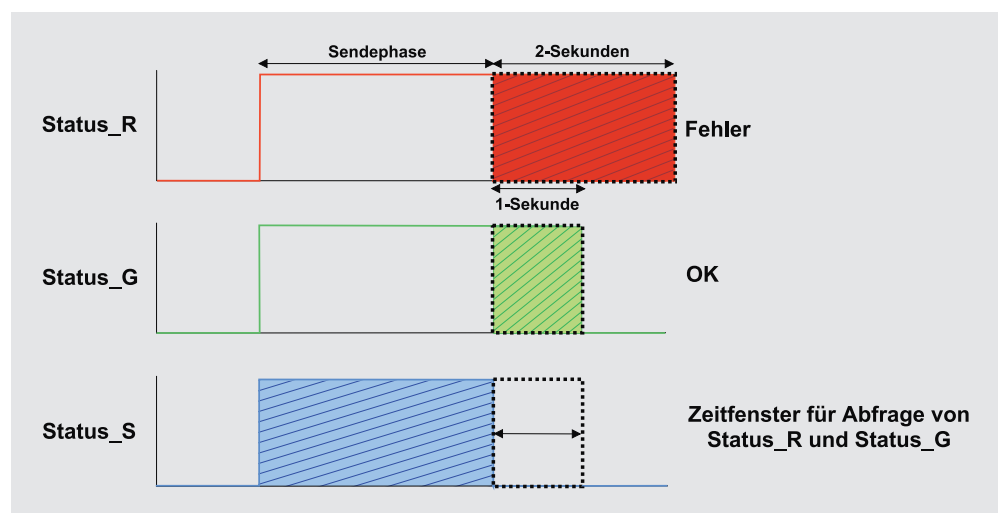

Bild 14: Der zeitliche Ablauf bei der Auswertung der Statussignale
Mit einem Mikrocontroller wird zunächst der Ausgang „Status_S“ überwacht, wechselt dieser den Logikpegel von high nach low, kann durch Abfrage von „Status_R“ (Fehlerfall) und „Status_G“ (OK) festgestellt werden, ob der Sendevorgang erfolgreich war. Diese Ausgabe ist für Anwender vorgesehen, die das Modul in ihre eigene Applikation samt steuernden Mikrocontroller einpflegen und den Kommunikationsstatus detektieren möchten. Die Grafik in Bild 14 zeigt abschließend den geschilderten Ablauf. **ELV**